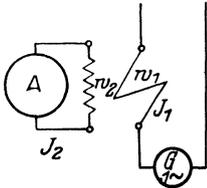

Abb. 213. Stromwandler.
289. Welcher Strom fließt durch die primäre Wicklung eines durch einen Strommesser sekundär kurzgeschlossenen Transformators (auch Stromwandler genannt), wenn das Instrument 5 (7) A anzeigt und $w_1 = 10$ [20], $w_2 = 500$ [400] Windungen ist? (Abb. 213.)